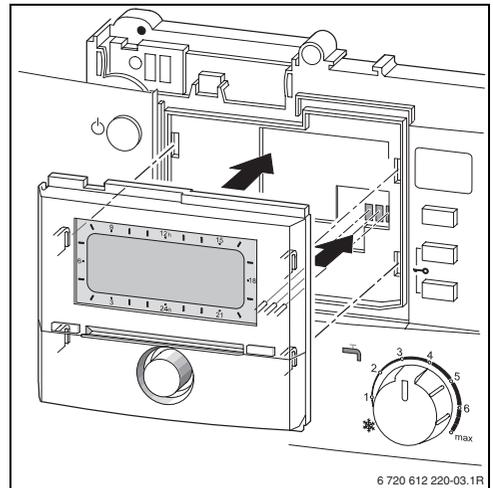

Bild 6
- ▶ Mit dem Einbau des Reglers wird automatisch die BUS-Verbindung über die drei Kontakte hergestellt (→ Bild 6 auf Seite 11).